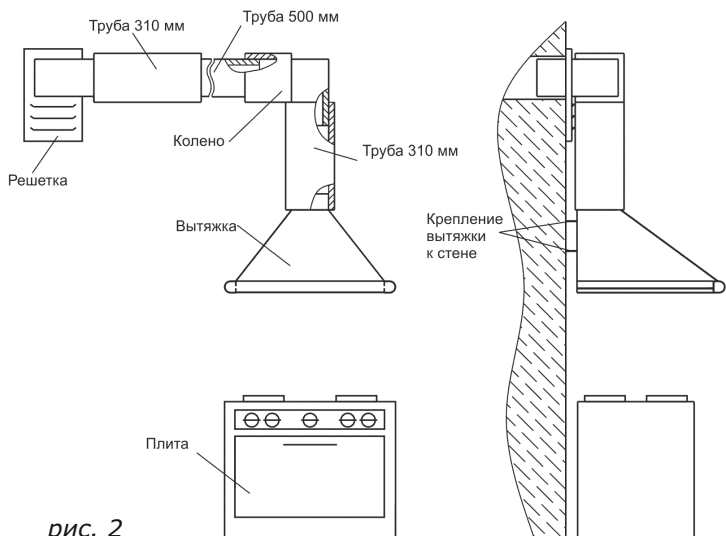

рис. 2
- 5.4 Исходя из расположения вентиляционного отверстия и кухонной плиты, определите расположение вытяжки, а также необходимое количество труб, колена (рис.1, рис.2), пользуясь следующими данными: